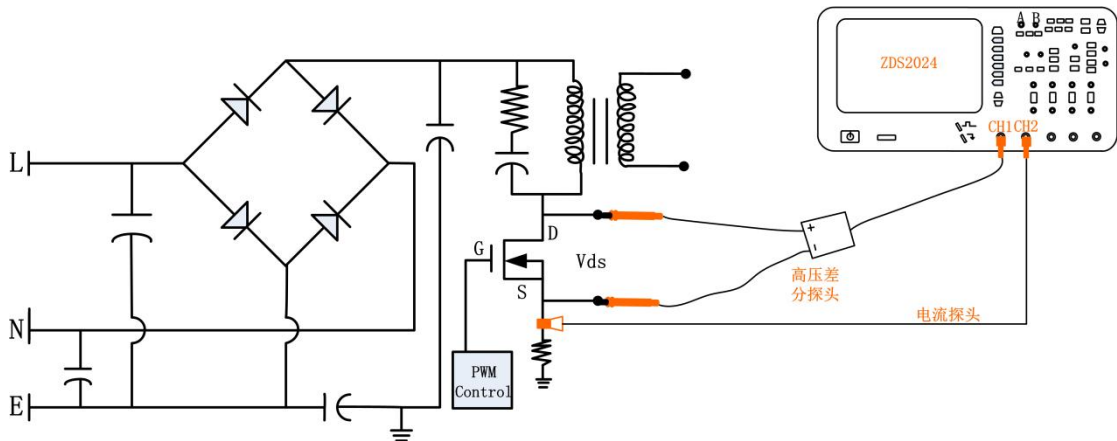

图 7.29 开关元件接线示意图
(1)、开关元件分析的接线示意图如图 7.29 所示。其中通道 1 使用高压差分电压探头接开关的两端，通道 2 使用电流探头接开关的一端。